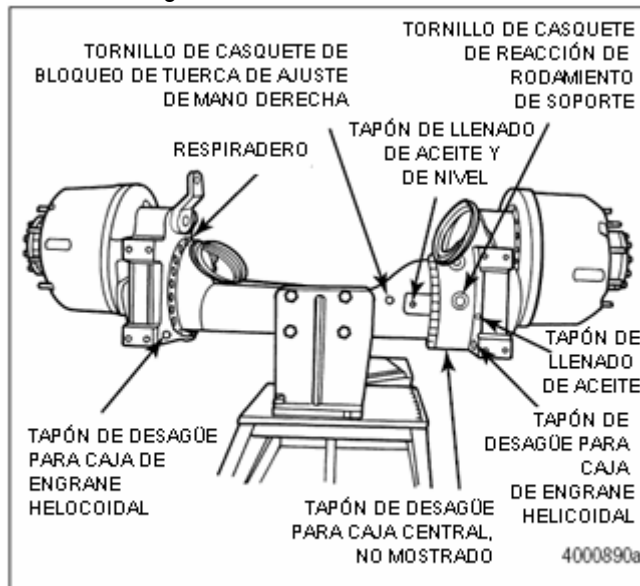

Figura 2.29
2. Coloque un depósito de desagüe debajo del eje. Remueva y vacíe el aceite de los dos tapones de desagüe en el costado bajo de la caja de velocidades en espiral y el tapón debajo del portador en la caja central. Instale los tapones de desagüe, y ajústelos a 35 lb-ft (47 N«m). Figura 2.29.
3. Remueva el tapón de llenado de la caja de velocidades en espiral que está más cercana al diferencial. Figura 2.29.
5. Remueva el tapón de llenado del costado de la cubierta de la fuente de la caja del eje. Figura 2.29